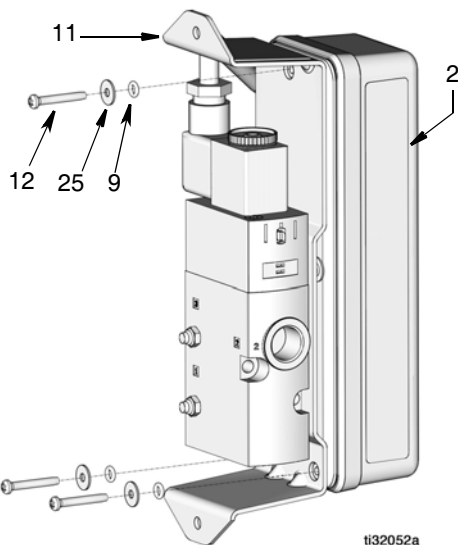

FIG. 2
3. Remova os três parafusos (12), arruelas (25) e O-Rings (9) fixando o suporte do PAC (11) ao gabinete (2) (FIG. 2).